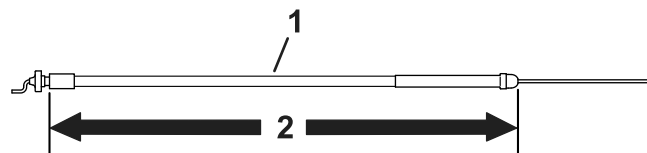

図 8
- モデル 04035, 04037, 04056, 04060 のトラクションユニットには、長さ 172.2 cm のスロットルケーブルを使用する 図 8を参照。